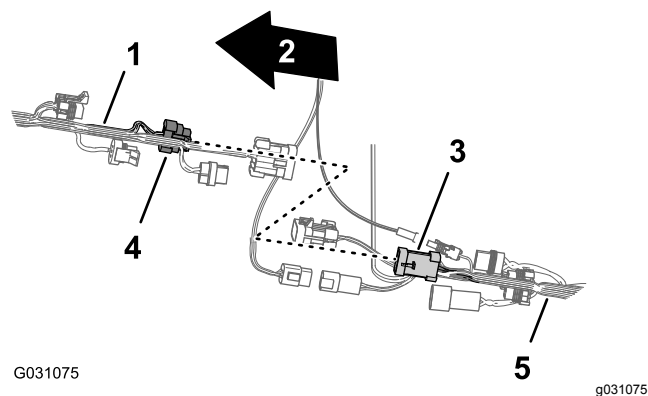

Figura 89
3. Collegate il connettore a 8 pin del cablaggio anteriore per l'interconnessione del cablaggio dell'irroratrice al connettore a 8 prese del cablaggio posteriore per l'interruttore del volume (Figura 89).